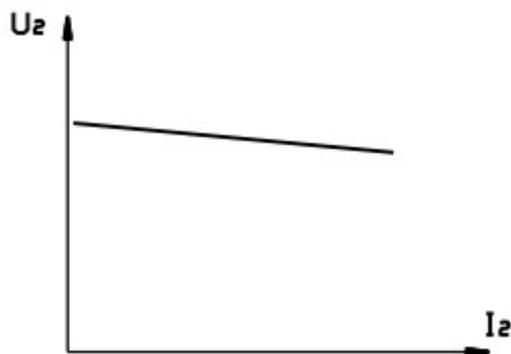

Рис.2
В режиме нагрузки определяется внешняя характеристика трансформатора (рис.2): $U_2 = f(I_2)$, при $U_1 = \text{const}$, $\cos\phi = \text{const}$, в основе которой лежит уравнение (6).